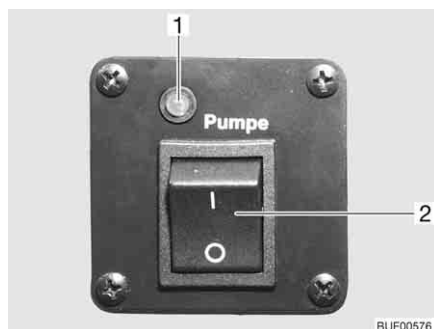

Bild 144 Brytare för vattenpump
*Slå på vattenpumpen:* ■ Vippknappen (Bild 144,2) trycks in upptill. Kontrollampan (Bild 144,1) lyser.
*Slå av vattenpumpen:* ■ Vippknappen (Bild 144,2) trycks in nedtill. Kontrollampan (Bild 144,1) slocknar.